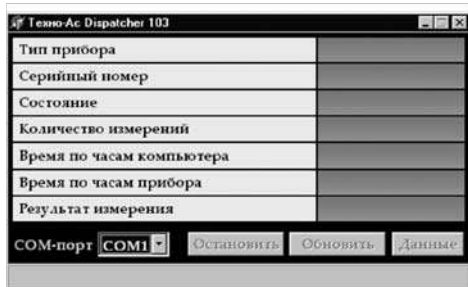

Рис.7
4.6 Запустить программу Dispatcher103.exe. Отобразится окно, показанное на рис. 7.